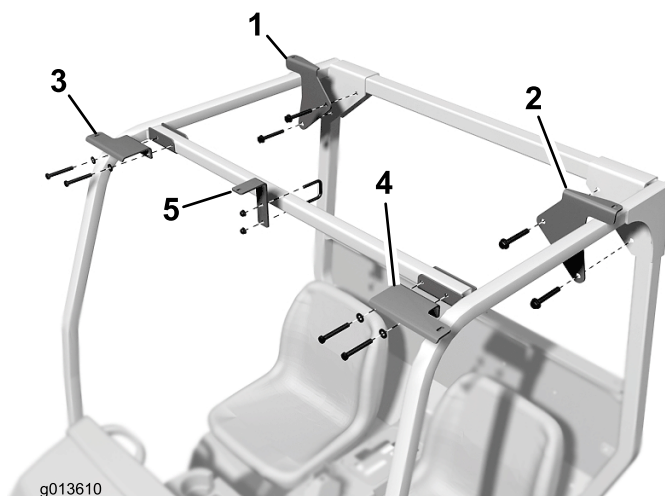

Figura 2
3. Usando los pernos y las tuercas que retiró, monte provisionalmente el soporte trasero derecho de la capota en el poste derecho del ROPS (Figura 2).
6. Monte provisionalmente el soporte delantero central de la capota al poste derecho del ROPS y al travesaño con pernos de 3/8 x 3-3/4 pulgadas y arandelas nuevos y con las tuercas existentes (Figura 2).
8. Monte provisionalmente el soporte central de la capota al centro del travesaño con el perno en U y las tuercas de 5/16 pulgada (Figura 2).